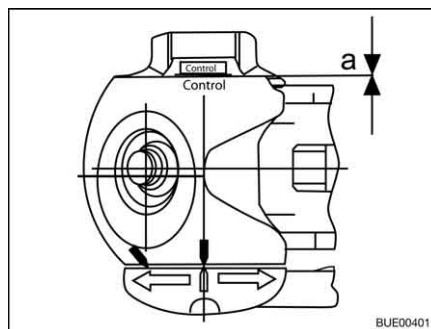

Bild 207 Slitagekontroll
- Avstånd $a = 0$ (Bild 207): Kontrollera och byt vid behov friktionsbelägg.